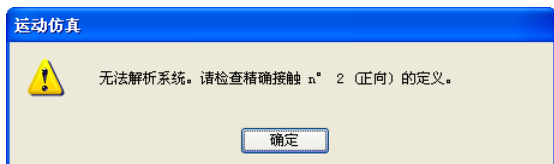

图 13-23 定义精确接触方向
(3) 拖动上刀，使剪刀运动，这时系统提示要求我们检查精确接触的定义，如图 13-23 所示。在浏览器上选择刚刚添加的接触连接下的二维接触连接，右键单击打开关联菜单如图 13-19 所示，选择“特性”选项。